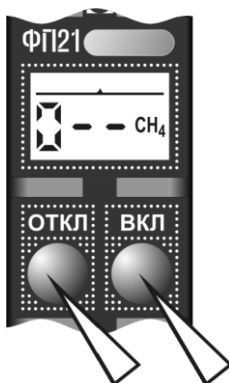

Рисунок 9.3
1) на воздухе, не содержащем горючих газов, перевести газоанализатор в режим "ПОДСТРОЙКА НУЛЯ". Для этого необходимо при нажатой кнопке "ОТКЛ" включить газоанализатор (рисунок 9.3). После появления на индикаторе надписи " 0 - - " отпустить кнопки;
- 1) при нажатой кнопке "ОТКЛ" включить газоанализатор (рисунок 9.3). После появления на индикаторе надписи "0 - -" отпустить кнопки;